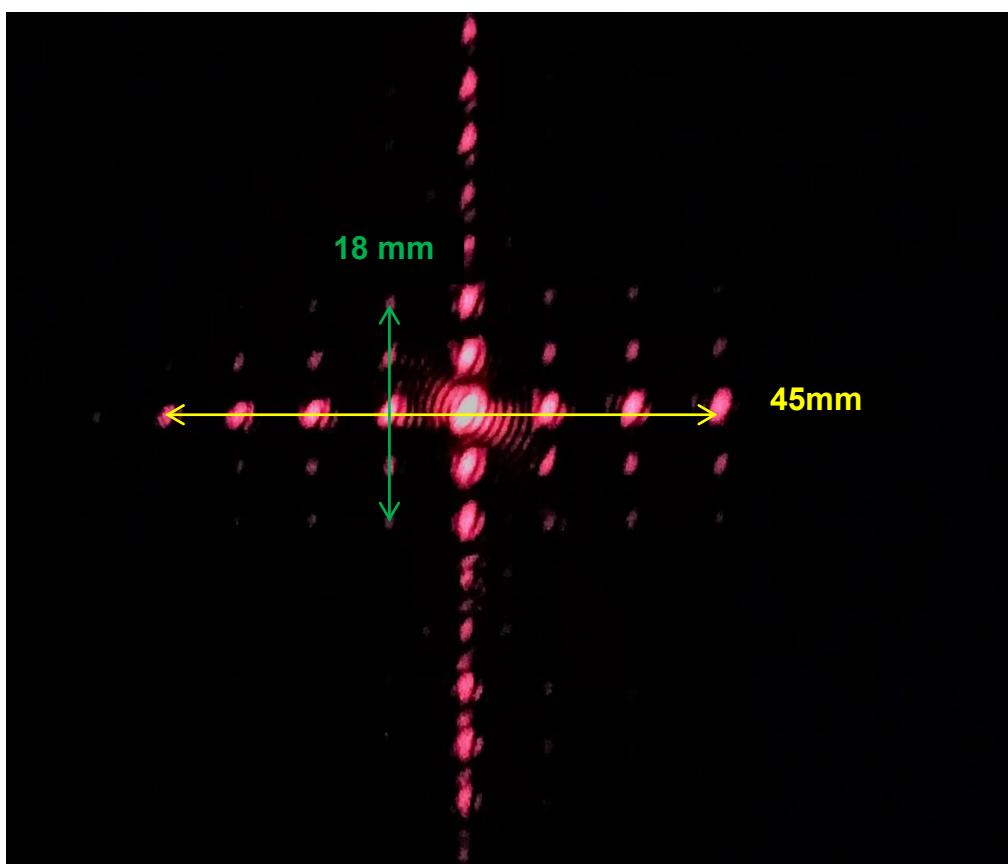

Figure 6 : interférences obtenues avec le voile
- l'interfrange horizontale, notée i , est définie comme la distance entre les centres de deux taches lumineuses successives selon l'axe horizontal identifié sur la figure 6 ;
- l'interfrange verticale, notée i' , est définie comme la distance entre les centres de deux taches lumineuses successives selon l'axe vertical identifié sur la figure 6 ;
- Q.4.** Évaluer les valeurs des interfranges, i et i' , à l'aide des dimensions figurant sur la figure 6.